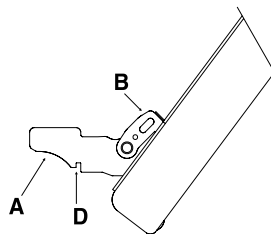

ABBILDUNG 6
- Backofentür ganz öffnen und die 2 kleinen Hebel „B“ hoch drücken (Abb. 6);